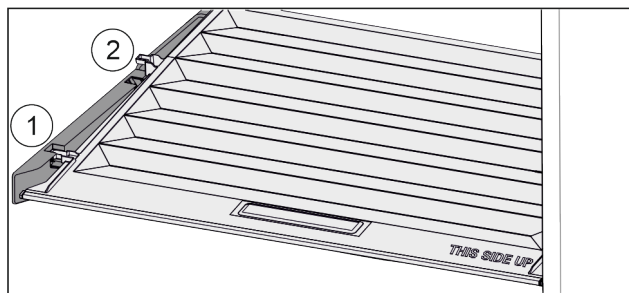

Fig. 150
- ▶ Veko potiahnite dopredu až k otvoru v prídržných dieloch Fig. 150 (1).
- ▶ Vzadu ho nadvihnite zospodu a zložte smerom nahor Fig. 150 (2).